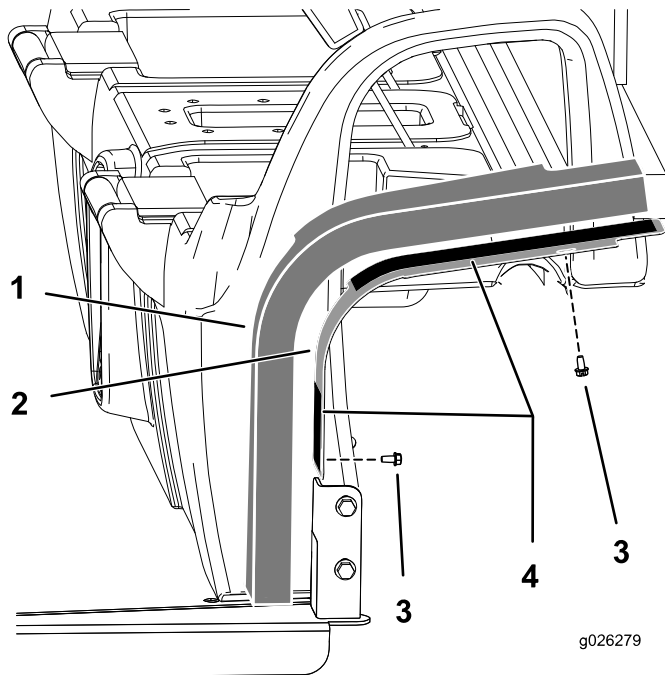

Figura 6
1. Aperte as placas de montagem na cabina utilizando 4 parafusos (1/4 pol.) como se mostra na Figura 6.
3. Retire a película traseira da fita adesiva de dupla face nas placas de montagem (Figura 6).
4. Instale os painéis de espuma no conjunto (Figura 6).